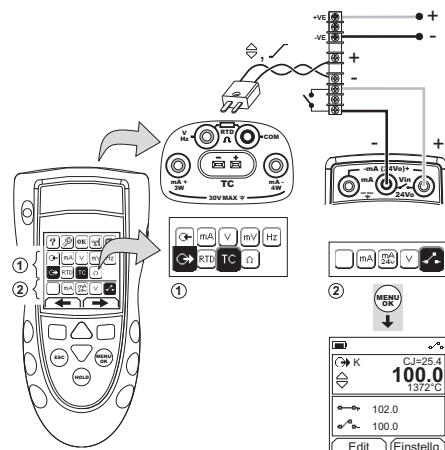

Abbildung 12: Beispielkonfiguration: Schaltertest
- Schließen Sie das Gerät an (Abbildung 12) und ändern Sie ggf. die Option Konfig. (Tabelle 1).